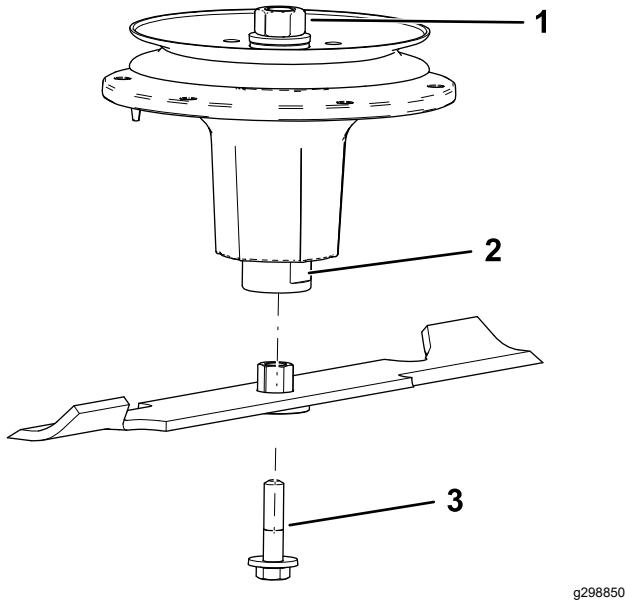

Figura 80
2. Instale el conjunto de casquillo/cuchilla en el eje (Figura 80).